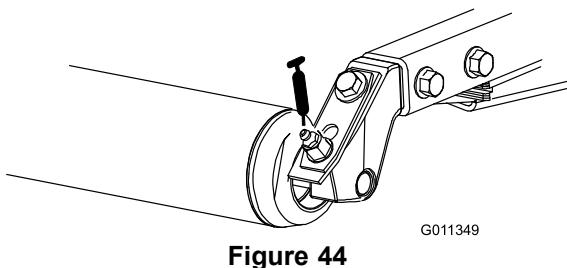

Figure 44
- Roulements à rouleaux arrière (2 par plateau de coupe) (Figure 44)